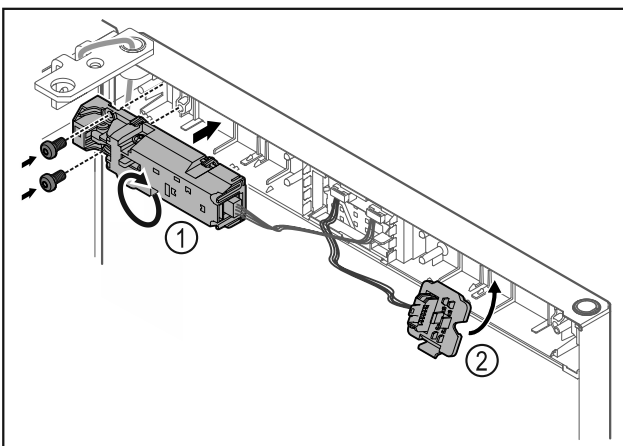

Fig. 19
- ▶ Kierrä etälukkoa Fig. 19 (1) 180° ja kiinnitä se vastakkaiselle puolelle.
- ▶ Paina pistokkeenpidin Fig. 19 (2) paikalleen vastakkaiselle puolelle.